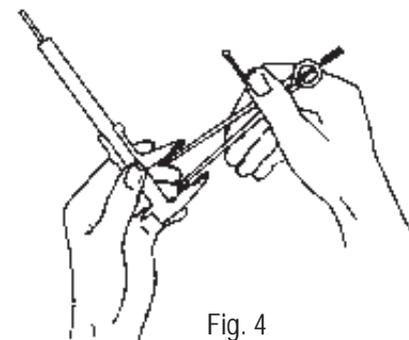

Fig. 4
2. La medida deseada se ajusta en el compás por medio del pie de rey o la regla, comparándola con la pieza a lo largo de la fabricación. En el compás de interiores con muelle puede fijarse la medida ajustada por medio de un tornillo. Aunque se desplace una punta del compás se mantiene en todo momento la medida ajustada sin mover el tornillo de fijación (Fig. 4).